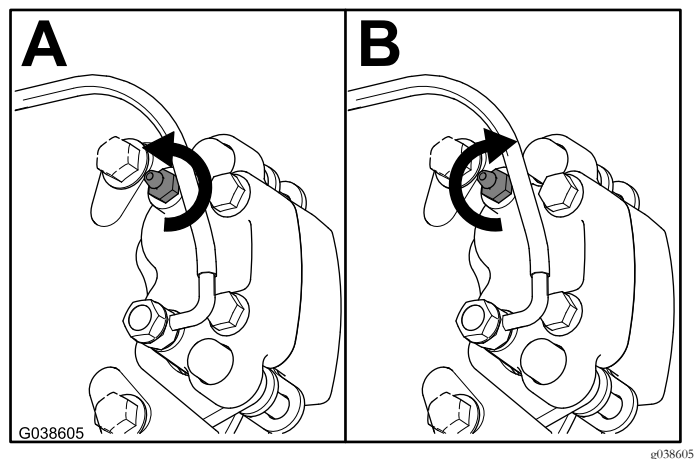

Figure 12
3. La pédale de frein étant complètement enfoncée, desserrez la vis de purge de 1/4 de tour (Figure 12).
4. La pédale de frein étant complètement enfoncée, serrez la vis de purge de 1/4 de tour (Figure 12).